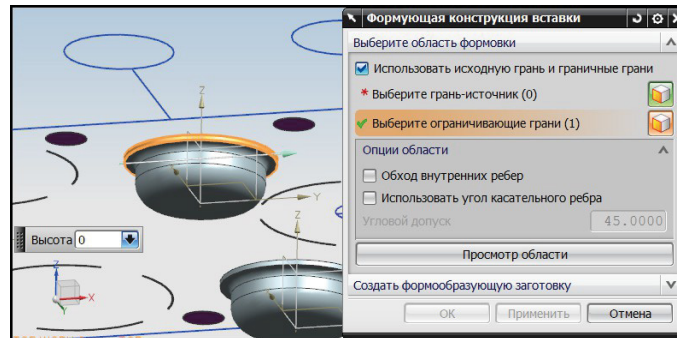

Рис. 10.11. Выбор ограничивающей грани
13. В разделе **Выберите область формовки** активируйте кнопку **Использовать исходную грань и граничные грани** и **Выберите ограничивающие грани** и в рабочем окне укажите элемент полуфабриката, показанный на рис. 10.11.